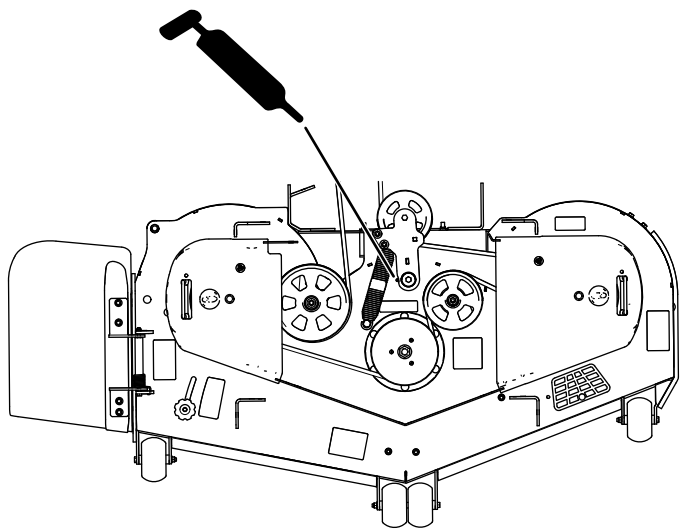

Figure 39
3. Graissez le pivot de la poulie de tension du tablier de coupe jusqu'à ce que la graisse ressorte par le bas (Figure 39).
4. Graissez le bras de la poulie de tension de la courroie d'entraînement (Figure 39).